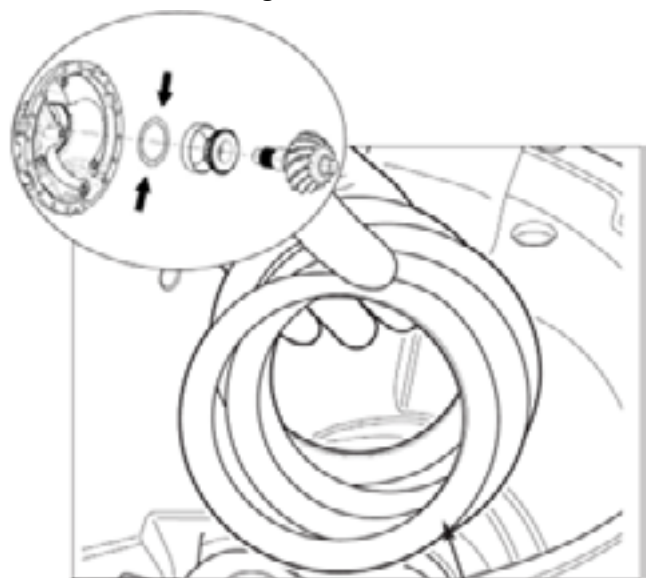
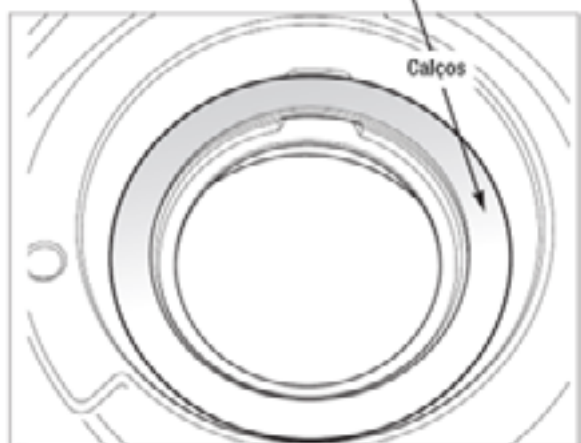

Fig. 2.19
Fig. 2.20
6. Gire a caixa do diferencial e encaixe o conjunto de calços, conforme determinado anteriormente (Fig. 2.19) (consulte a seção Cálculo do Conjunto de Calços), na base do alojamento da capa do rolamento interno na caixa do diferencial (Fig. 2.20).